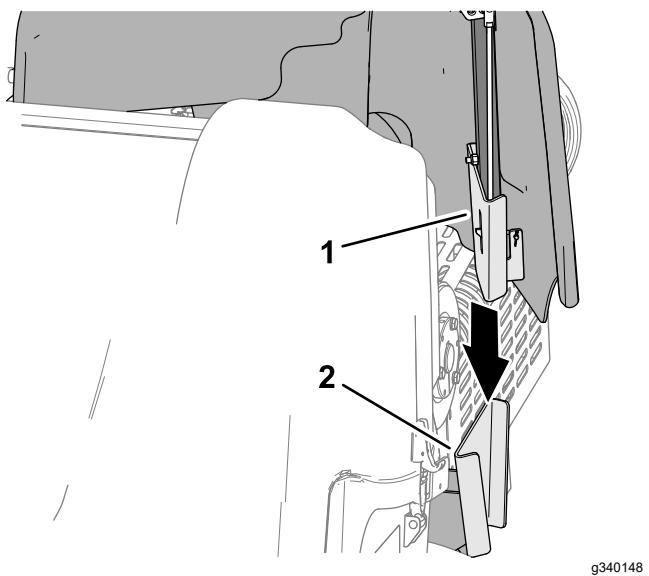

Рисунок 144
- Совместите монтажный кронштейн крышки ремня с опорным кронштейном кожуха рамы машины (Рисунок 144).